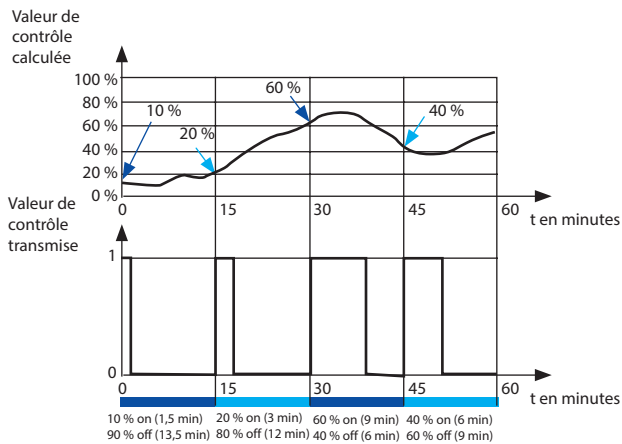

Fig. 19 : Schéma de commande PWM
**PWM control** : La valeur de contrôle est fixe pendant une période cyclique et convertie en durée d'ouverture de la vanne. Par exemple, la valeur de contrôle de 20 % est convertie sur une période cyclique de 15 minutes en durée d'ouverture de la vanne de 3 minutes. Une valeur de contrôle de 50 % produit un temps d'ouverture de la vanne de 7,5 minutes. Ce type de commande utilise la régulation PI. La figure 19 montre le schéma de commande PWM :